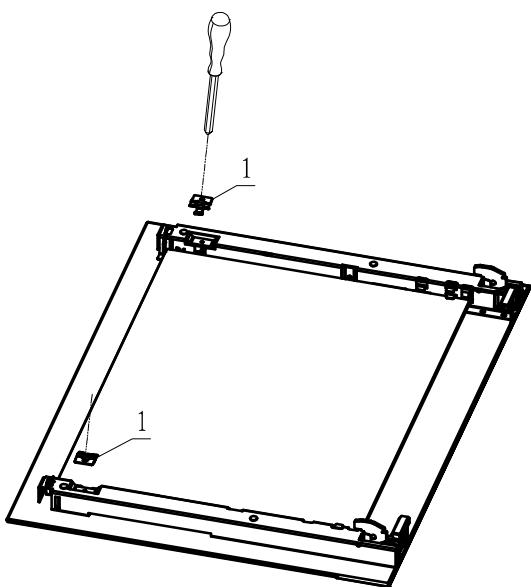

Рис.12-3
3. Ослабьте зажимы. (Рис.12-3)